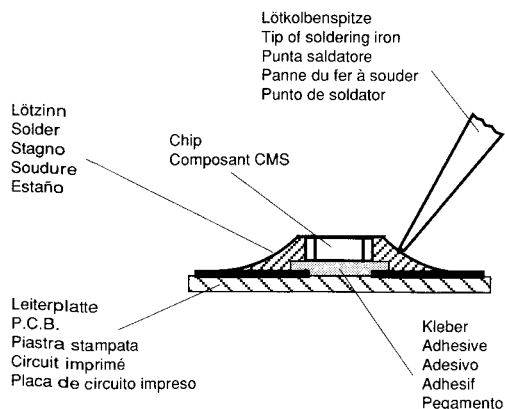

Fig. 1
1. Schritt: CHIP-Lötstelle mit Sauglitze absaugen (Fig. 1).
1. Aspirare i punti di saldatura del CHIP con una calza dissaldante (Fig. 1).
1. step: Clean the CHIP soldering point with a solder wick (Fig. 1).
1. Aspirer la soudure du composant CMS à la l'aide de la tresse à souder (Fig. 1).
- Primer paso: Aspirar el estaño del punto de soldadura con un aspirador de los tipos de pera o de resorte (Fig. 1).